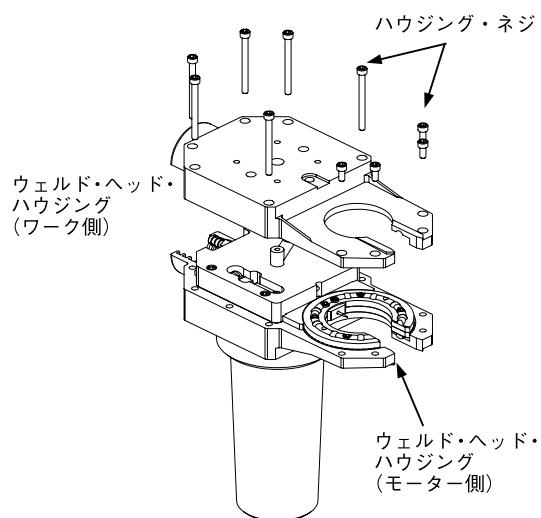

図28：ウェルド・ヘッド・ハウジングの
5. ハウジングからウェルド・ヘッド・ハウジング・ネジを取り外します。軽く振り動かすようにして、ワーク側のウェルド・ヘッド・ハウジングをモーター側ハウジングから外します。図28をご参照ください。